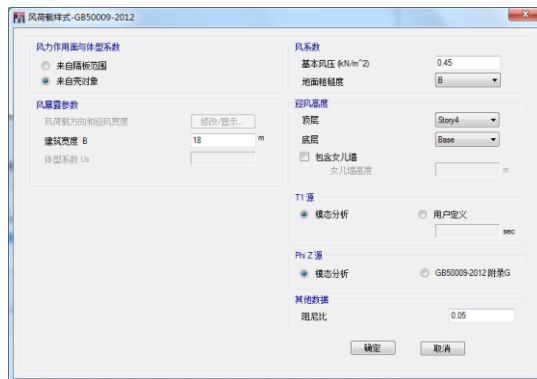

图 4-4 Chinese2010 风荷载模式对话框
5. 点击**修改侧向荷载**按钮，弹出如图 4-4 所示的**风荷载样式**对话框。